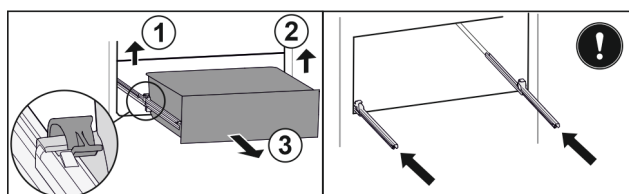

Fig. 131
- Løft den venstre klemme, og træk samtidigt skuffen i venstre side fremad. Fig. 131 (1)
- Løft den højre klemme, og træk samtidigt skuffen i højre side fremad. Fig. 131 (2)
- Tag skuffen ud fremefter. Fig. 131 (3)